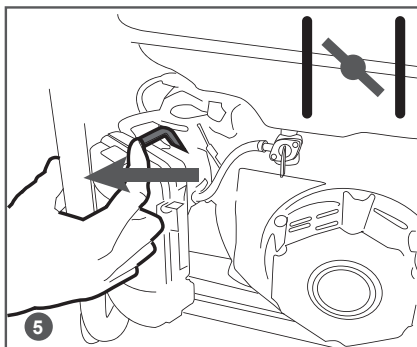

Рис. 12 Закрытие воздушной заслонки
5. Закройте воздушную заслонку карбюратора. Для этого переведите рычаг управления воздушной заслонкой в крайнее левое положение (Рис. 12).
В процессе работы генератора при температуре окружающей среды ниже -10°C в трубке 1 системы вентиляции картера происходит образование конденсата и его замерзание (Рис. 12). Это приводит к повышению давления в картере двигателя и выдавливанию моторного масла через сальники и прокладки, в результате чего происходит выход двигателя из строя из-за недостаточной смазки. Проверьте трубку 1 системы вентиляции картера на наличие ледяной пробки каждые 30 минут или чаще (Рис. 18).